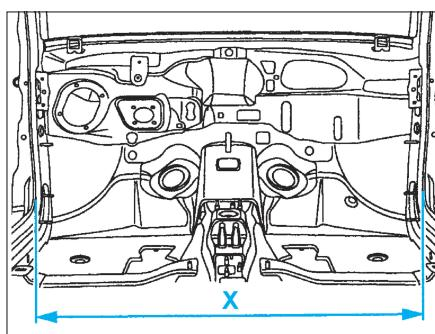

FIG. 51
- Contrôler les jeux : $X = 1395 \pm 1$ mm (Fig.51).